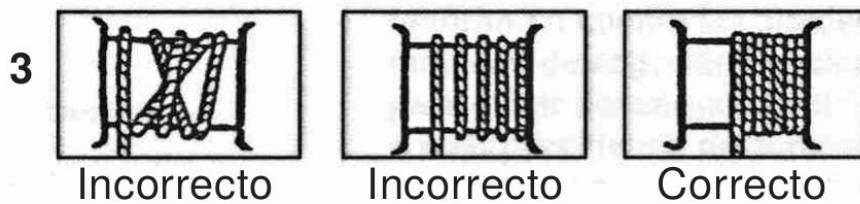

FIG. 3 — Enrollado del cable: incorrecto / incorrecto / correcto
- 15) El cable se ha de enrollar como se indica en la Fig. 3.
ENROLLADO DEL CABLE (FIG. 3)